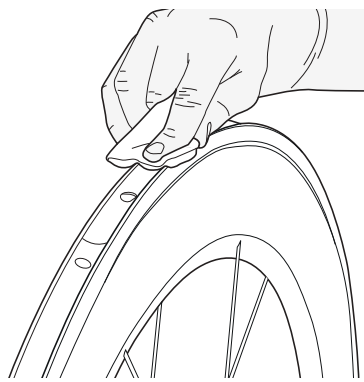

Figura 30. Strofinare l'area smerigliata del cerchio con un panno pulito e una piccola quantità di acetone e preparare l'area per la colla.
5. Applicare una piccola quantità di acetone su un panno pulito (Figura 30).